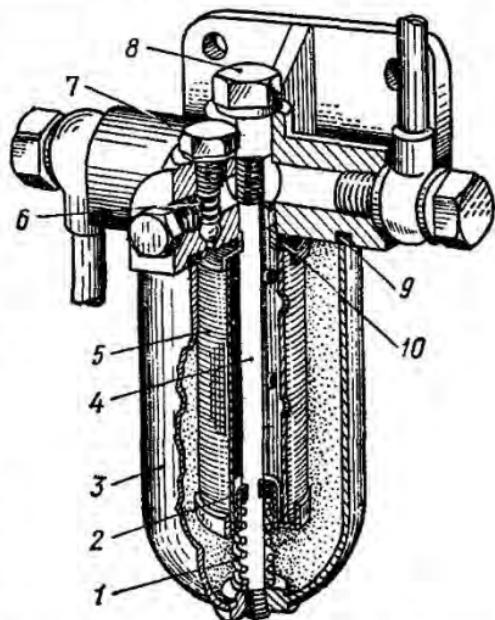

Рис. 56. Масляный фильтр турбокомпрессора:
**Фильтр турбокомпрессора.** Причиной значительного понижения давления масла в системе смазки может быть сильное загрязнение фильтрующего элемента 5 (рис. 56), из-за чего уменьшается поступление масла к турбокомпрессору. Промывка фильтра производится при техническом обслуживании № 2, порядок следующий: